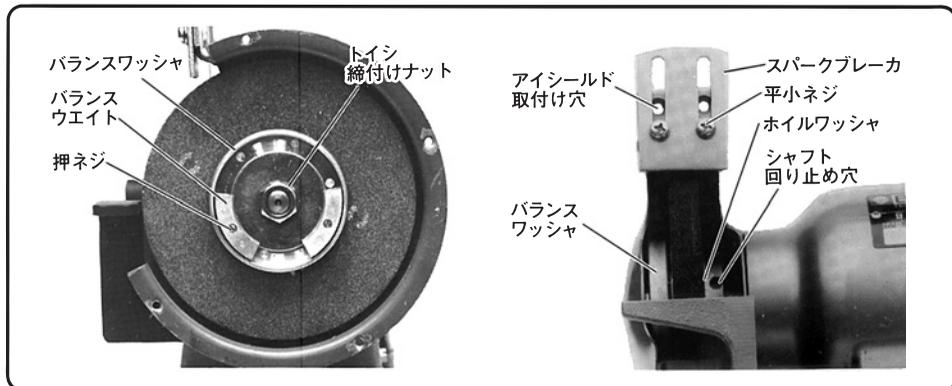

図 7 (G T15形, G T21形)
1. G T15形・G T21形の場合は、トイシの取付け、取りはずしは図7のようにホイルワッシャにシャフトの回り止め穴があいておりますから、この穴に棒を差し込んでシャフトの回るのを止め、トイシ締付けナットを回してください。
バランスワッシャ (図7, 8参照) にあるバランスウエイトを移動して調整を行います。